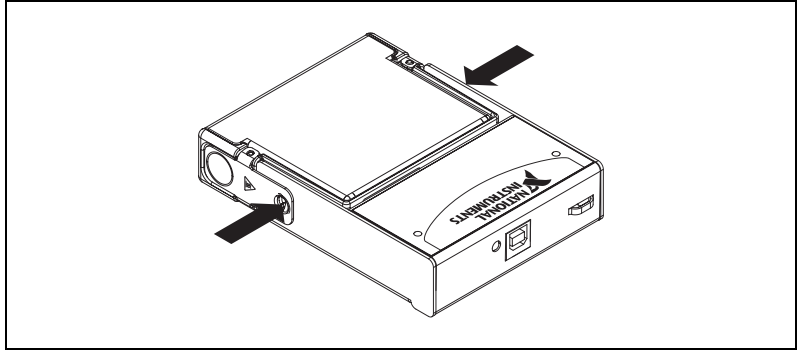

図 5 モジュールをスロットに固定する
5. 図 5 のように、モジュールがスロットにラッチで固定されるまで NI 9229/9239 モジュールのコネクタ側面をしっかりと押します。